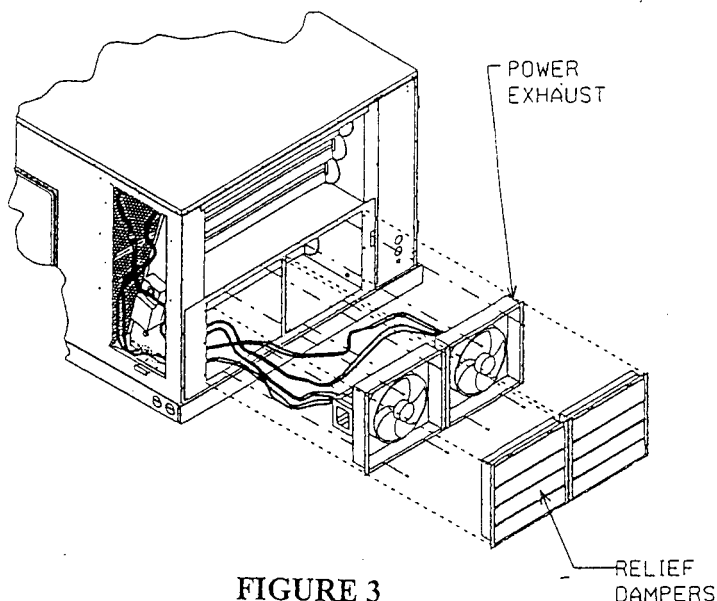

FIGURE 3
3. REMOVE RELIEF DAMPERS FROM ECONOMIZER. (See Fig. 3)